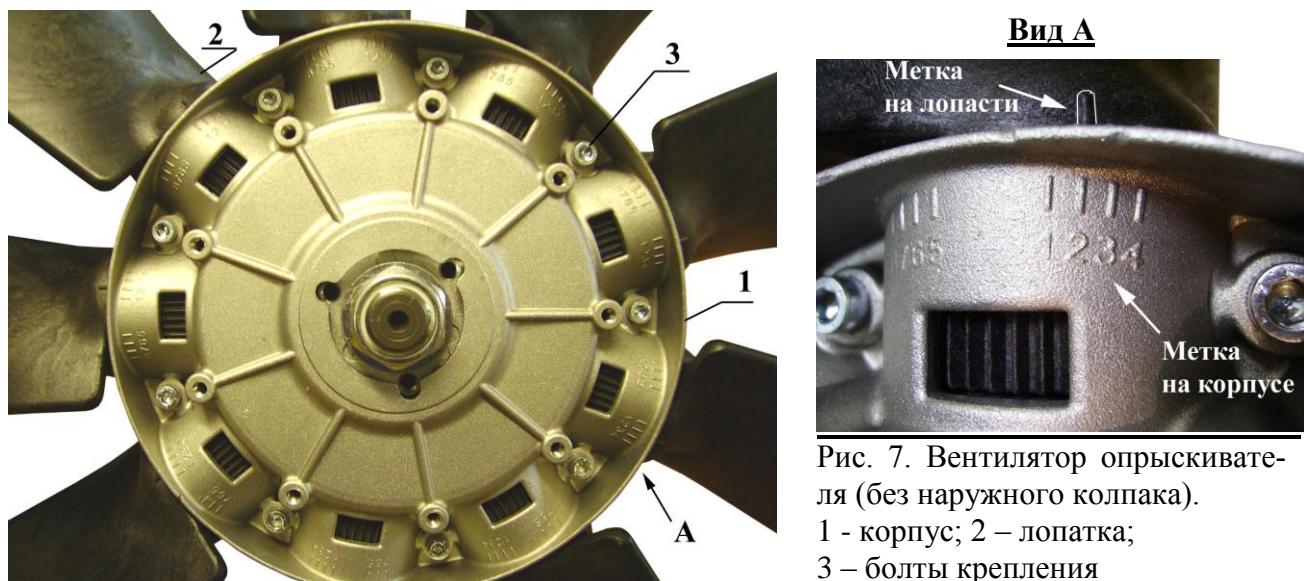

Рис. 7. Вентилятор опрыскивателя (без наружного колпака).
- в). Отпустить болты 3 (рис. 7), стягивающие две половины корпуса 1, и удерживающие лопасти 2 от проворота.